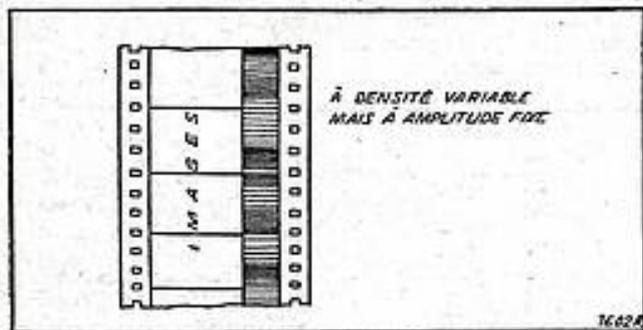

FIG. 4.
b) à densité variable et à amplitude fixe. (Figure 4)